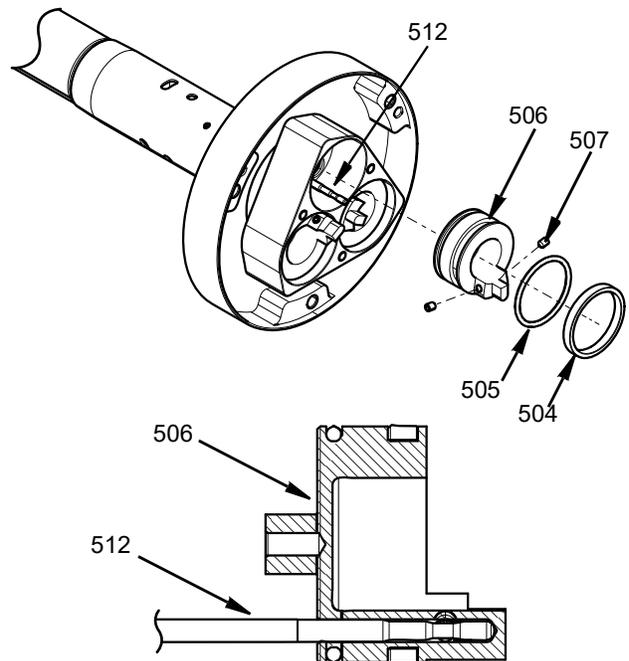

図 31
- a. Oリング (505) とガイドリング (504) を合成グリースを使って潤滑します。
- c. ピストンをシリンダーハウジング (509) に挿入しながら、ロッドシャットオフバルブの穴をロッドシャットオフバルブ (512) に合わせます。
- d. ロッドシャットオフバルブの下部がピストン穴の内部に出るように、ピストンとロッドシャットオフバルブを一緒に押し込みます。以下を参照してください: 図 31 を参照ください。
- e. ネジロッカー (Loctite™ 242 Blue、または同等) を 2 本の M4 ネジ (507) に取り付け、ピストンとロッドシャットオフバルブを一緒にロックするように締め付けます。29.2 in-lbs (3.3 N•m) のトルクで締めます。
- f. ロッドシャットオフバルブとピストンが結合しないで均等に動くように、それらの運動を確認します。以下を参照してください: 図 31 を参照ください。